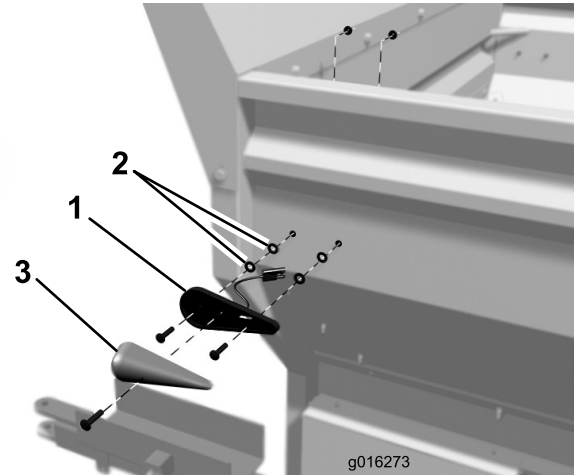

Figura 2
3. Fissate un supporto per luce sul fianco della tramoggia mediante (2) viti per metallo da 1/4 x 1 poll., (4) rondelle da 0,281 x 0,625 e (2) dadi flangiati da 1/4 poll. Collocate i componenti come illustrato in Figura 2. Montate (2) rondelle su ciascuna vite e accertatevi che siano posizionate tra il supporto per luce e la tramoggia.
4. Fissate il vetro della luce al supporto mediante una vite (Figura 2). Ripetete questa procedura sul fianco destro della tramoggia.